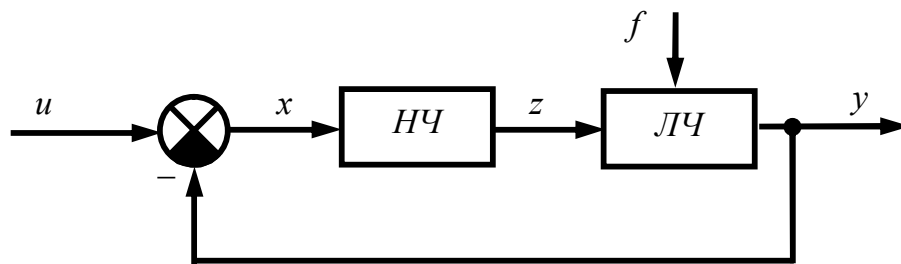

Рис. 1. Простейшая структурная схема нелинейной САУ
В простейшем случае структурная схема нелинейной автоматической системы представляет собой последовательное соединение **нелинейной части** (НЧ) и **линейной части** (ЛЧ), охваченное обратной связью (рис. 1).
1. Составить в Simulink схему модели для исследования автоколебаний в нелинейной системе автоматического управления (рис. 1), состоящую из **нелинейной части** (блоки нелинейных характеристик «Saturation» и «Relay») и **линейной части** (усилитель «Gain», передаточная функция «Transfer fcn», интегратор «Integrator»). Приемниками выходного сигнала установить осциллограф «Scope» и «XY Graph».